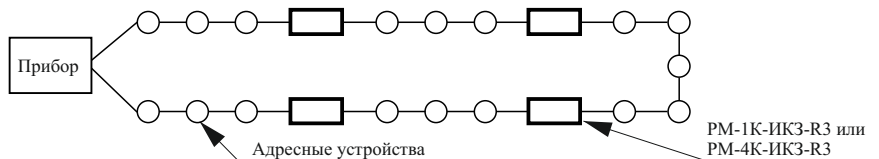

Рисунок 3
4.7.1 При КЗ на клеммах АЛС РМ-К размыкают участок АЛС (рисунок 3) и передают в прибор сообщение о КЗ. При устранении КЗ на клеммах АЛС РМ-К замыкают участок АЛС и передают в прибор сообщение о восстановлении.